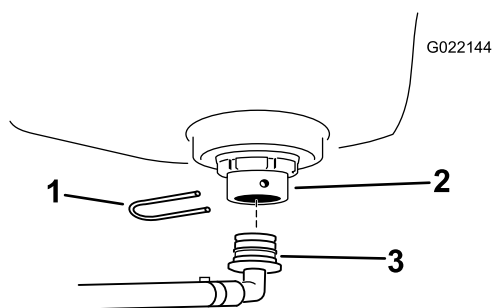

Figura 13
2. Instale el conector de manguera del depósito de enjuague en el conector estanco y sujételo con una horquilla de retención (Figura 13). Gire el acoplamiento hasta que quede orientado hacia atrás.